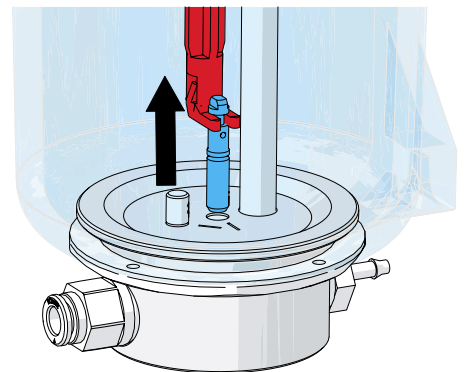

Fig. 11
- ⇒ Afferrare l'ugello dosatore con l'attrezzo e sfilarlo verso l'alto (Fig. 11).